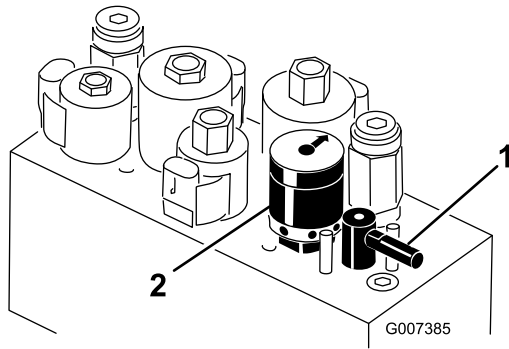

Figura 56
4. Rode a alavanca de retificação para a posição R (**Figura 56**).
5. Rode o controlo da velocidade dos cilindros para a posição 1 (**Figura 56**).